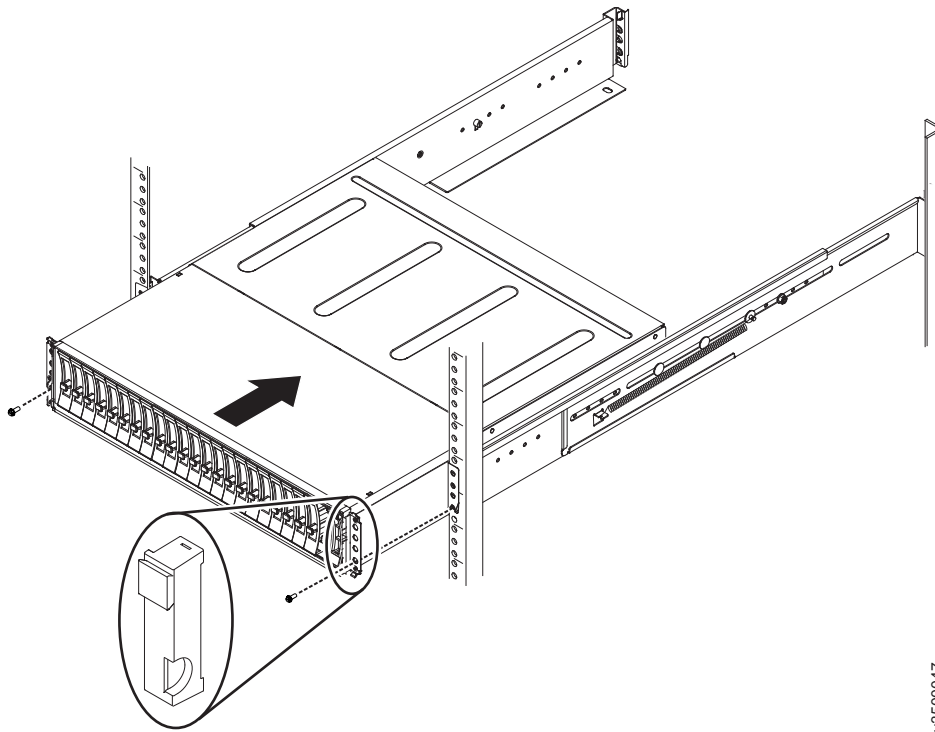

Abbildung 41. Gehäuse in das Rack einschieben
3. Schieben Sie das Gehäuse vorsichtig entlang der Schienen bis zum Anschlag in das Rack (siehe Abb. 41 auf Seite 39).
5. Installieren Sie die linke und die rechte Abschlusskappe erneut. Siehe Abb. 41. Die linke Abschlusskappe verfügt über Anzeigefenster, die an den Status-LEDs (Leuchtdioden) am Rand des Gehäuses ausgerichtet sind.